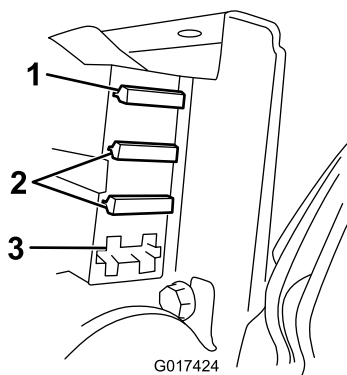

Bild 36
3. Prüfen Sie die Sicherungen im Sicherungsblock (Bild 36).
- Wenn eine Sicherung durchgebrannt ist, wechseln Sie sie mit einer Sicherung (passende Watt und Ampere) aus (Bild 36).